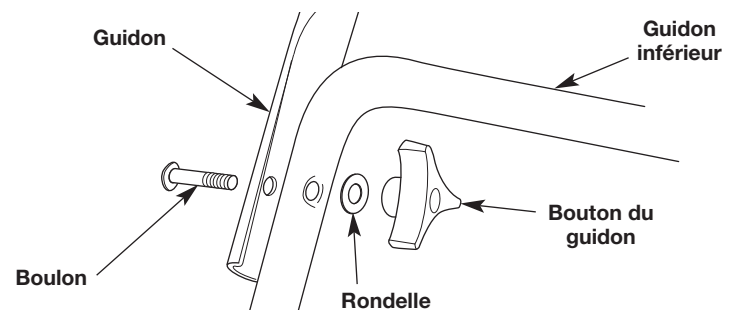

Fig. 2
1. Alignez l'orifice de la poignée avec l'orifice du guidon inférieur (Fig. 2).
2. Insérez un boulon à travers les orifices alignés (Fig. 2).
3. Placez une rondelle sur le boulon (Fig. 2).
4. Placez un bouton de guidon sur le boulon (Fig. 2).